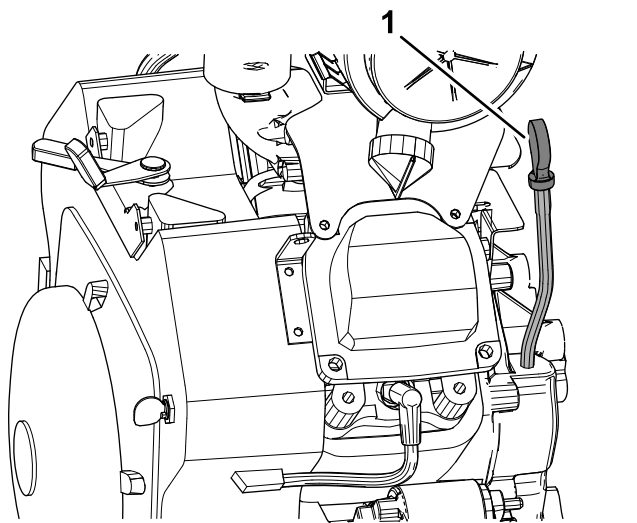
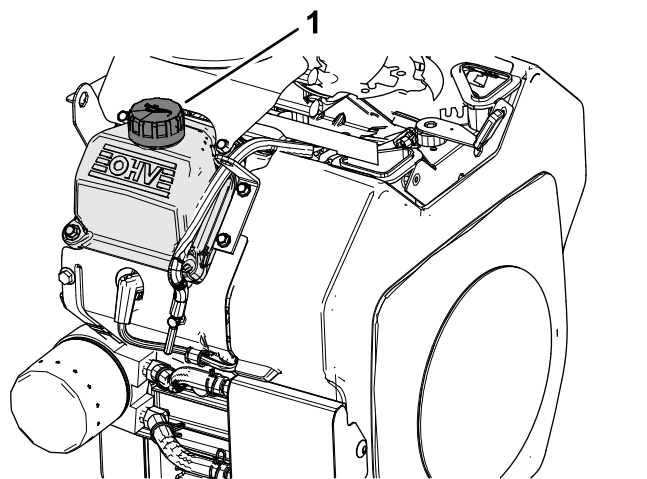

Рисунок 28
Рисунок 29
2. Очистите поверхность вокруг масломерного щупа и крышки маслозаливной горловины на крышке клапанной коробки (Рисунок 28 и Рисунок 29).
3. Извлеките щуп и дочиста протрите его (Рисунок 28).